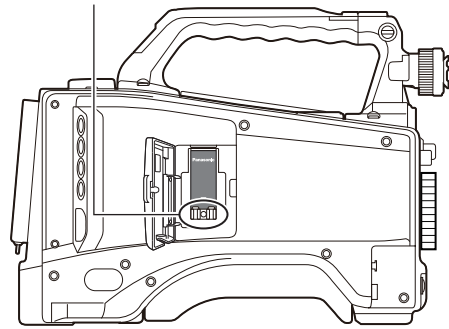

図 4
- 4 手順 2 で取り外したワイヤレスモジュール固定部品をねじで固定する。(図 4)